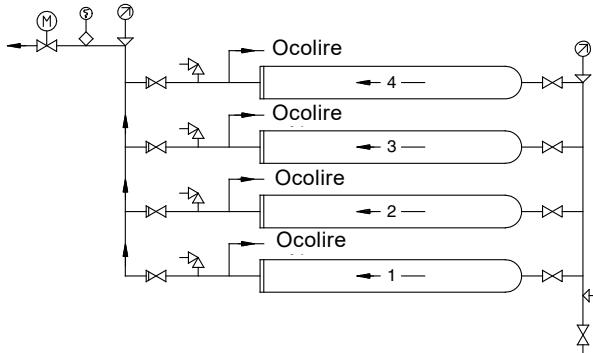

Fig. 7 Sistem de presurizare cu patru module conectate în paralel, montate unul peste altul
Modulele de presurizare Grundfos sunt furnizate în mod standard fără o clapetă de reținere integrată. Totuși, la cerere se poate integra o clapetă de reținere. Vedeți fig. 7.
- Pentru modulele conectate în paralel, montate unul peste altul, recomandăm conectarea conductelor aşa cum se indică în fig. 7. Această dispunere asigură faptul că modulele sunt umplute cu apă înainte de pornire.